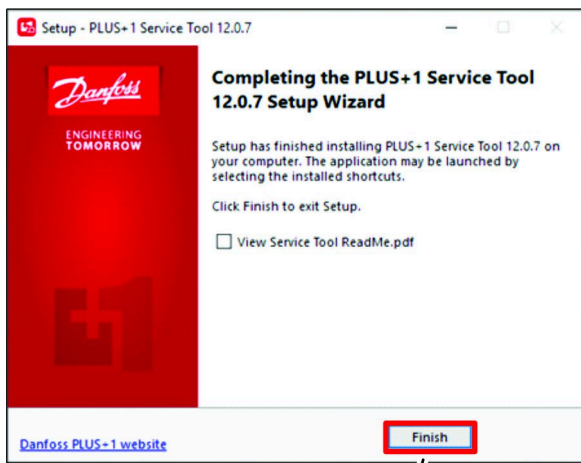

図 33
4. サービスツールセットアップウィザードの完了ダイアログボックスで、完了ボタン (図 33) をクリックする。